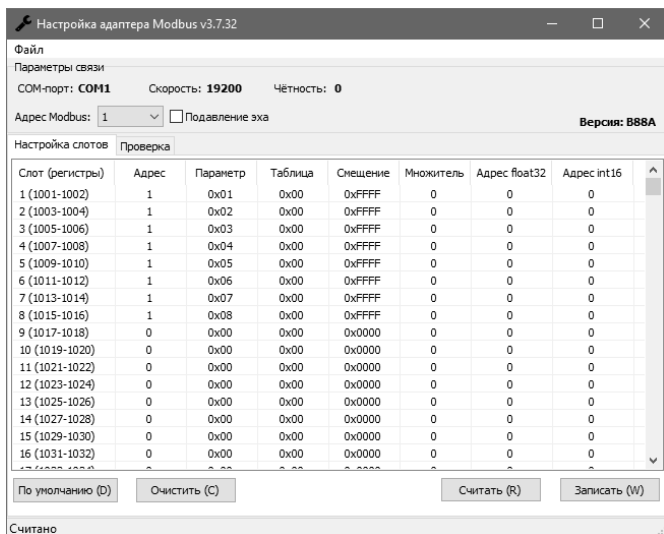

Рисунок 11 – Окно утилиты «Настройка адаптера Modbus»
3.5.6.4 Для проверки связи с адаптером нажать кнопку «Считать». При этом адаптер должен быть включен в режиме обмена по протоколу «Modbus RTU». После нажатия кнопки «Считать» программа должна считать значения регистров адаптера. При этом будет выдано сообщение «Считано» в строке состояния программы (рисунок 11). Если значения регистров не считаны (адаптер не найден), то необходимо:
3.5.7.1 При нажатии кнопки «Считать», либо при нажатии клавиши «R» на клавиатуре, программа считывает текущие настройки всех слотов опроса адаптера (рисунок 11). Запись в память адаптера считанных и измененных настроек всех слотов опроса производится с помощью кнопки «Записать», либо нажатием клавиши «W» на клавиатуре.